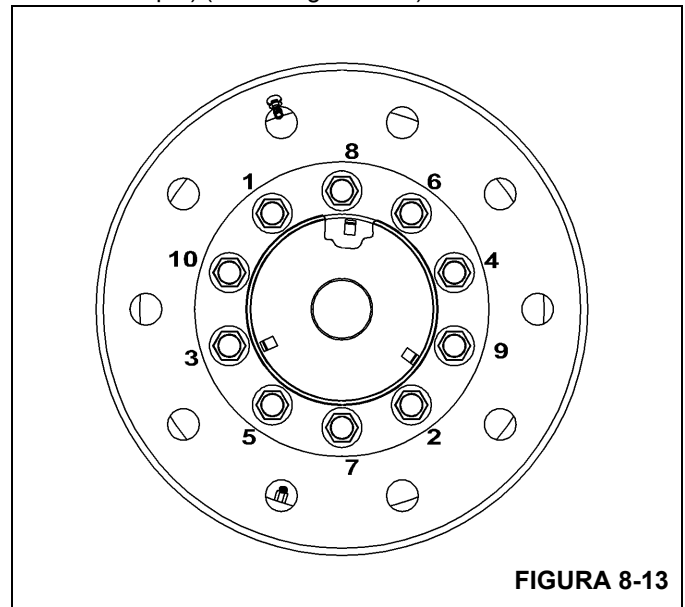

FIGURA 8-13
5. Instale la rueda exterior de aluminio de manera que la extensión del obús de la rueda interior pase por el agujero provisto para ella. En la Figura 8-13, el agujero mencionado se encuentra entre el espárrago rotulado "5" y el "7". Coloque la rueda exterior en los espárragos de montaje. Tenga cuidado de no dañar los espárragos.
9. Apriete las tuercas de rueda en la secuencia mostrada, a un par de apriete preliminar de 68 Nm (50 lb-pie) (vea la Figura 8-13).
10. Continúe apretando las tuercas en secuencia hasta que las 10 queden apretadas a un par de 610 a 678 Nm (450 a 500 lb-pie) (vea la Figura 8-13).